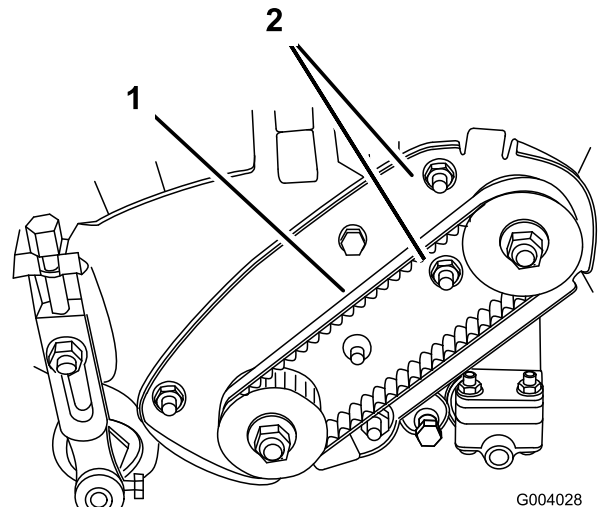

Figure 32
- A. Desserrez les écrous de montage du logement de roulement (Figure 32).
- C. Serrez les écrous de fixation du logement de roulement (Figure 32). Ne tendez pas la courroie excessivement.